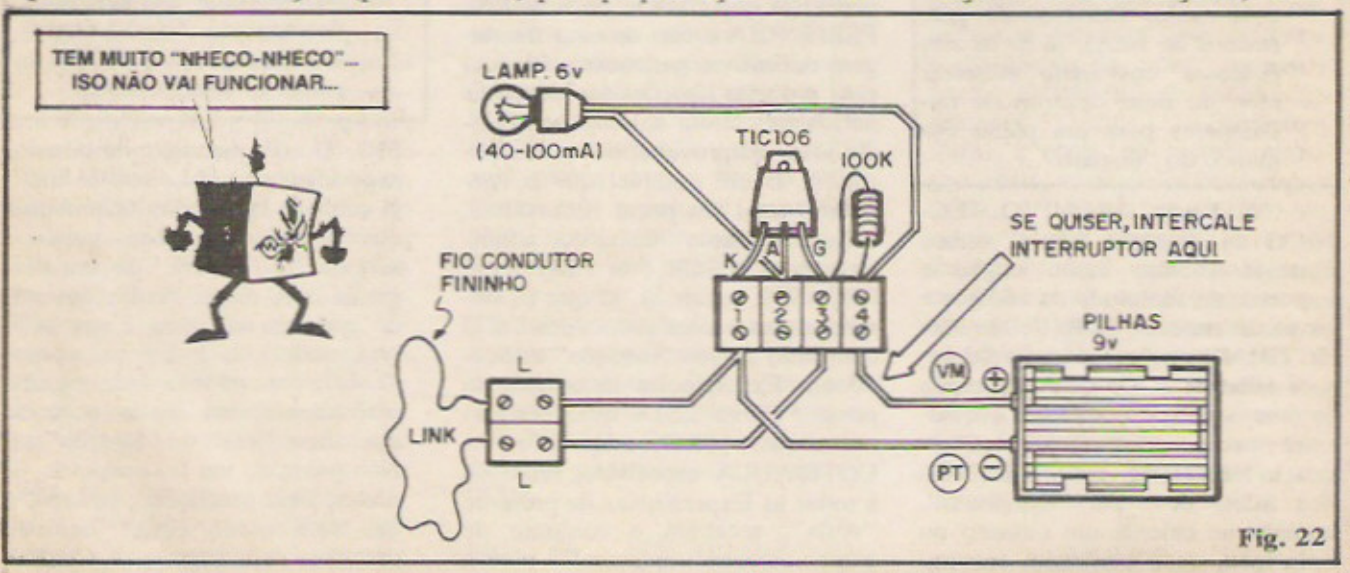

Fig. 22
- FIG. 22 - "Chapeado" da montagem, tendo como substrato a "velha" barra de conectores parafusados... Observar bem as conexões do SCR (já que suas "pernas" têm "nomes" e funções específicas, não podendo ser ligadas ao circuito em outra ordem que não a mostrada...). Cuidado também com a polaridade da alimentação, costumeiramente codificada pela cor **vermelha** no **positivo** e **preta** no **negativo**. Quem quiser (não é obrigatório, mas pode acrescentar um certo "conforto") intercalar um interruptor simples, deverá fazê-lo justamente no percurso do **positivo** da alimentação (ponto